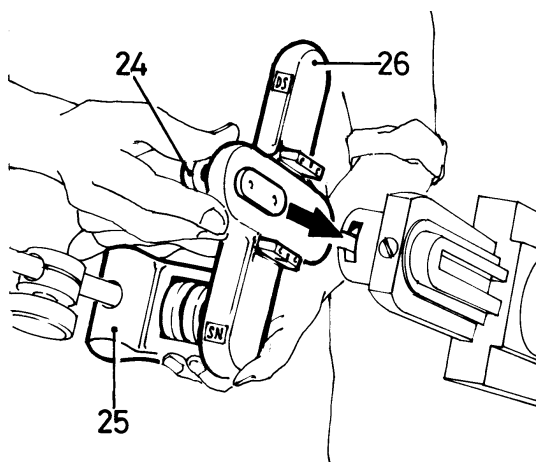
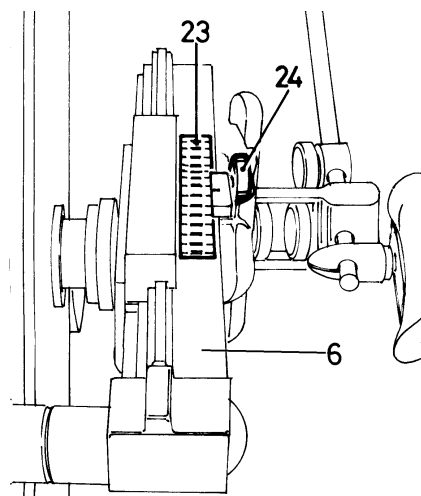

Fig. 3
Fig. 4
- infilare la parte dell'accessorio munita di guida e piastrina nella scanalatura del braccio meccanico (fig.3). Bloccare in una posizione intermedia della scala graduata (23) stringendo il pomello (24)(fig.4)
- verificare se l'accessorio è già predisposto per la spalla DS o SN da riabilitare; controllando che la posizione DS o SN del supporto (25) corrisponda con la posizione DS o SN della guida verticale (26), (assicurarsi che l'asta supporto braccio (29) sia in posizione rettilinea, in caso contrario allentare il pomello (30) allineare i due segmenti e stringere il pomello (30)).
- riportare la lunghezza dell'omero sulla scala graduata (23) posta sul braccio meccanico (6): allentare il pomello (24) portare l'accessorio nella giusta posizione e stringere il pomello (24) (fig.4)